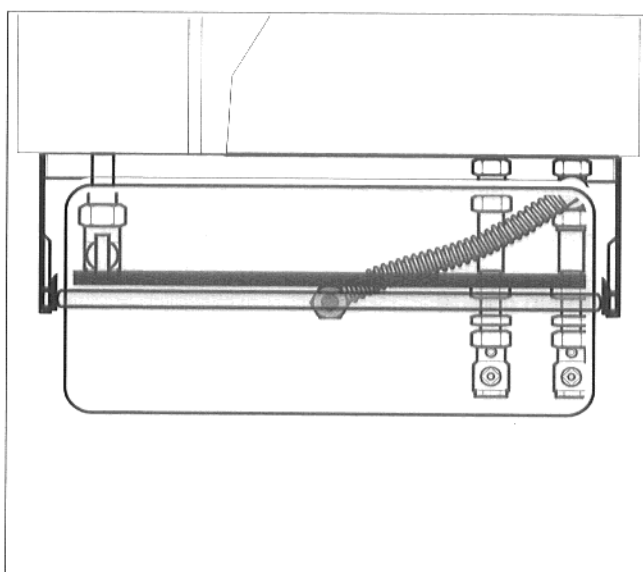

Fig. 6: vaso di espansione
- Avvitare lateralmente al supporto G-MAG la staffa destra e quella sinistra (Fig. 6).
- Applicare il pezzo di collegamento tra le staffe (Fig. 6).
- Posare le guarnizioni nel raccordo a vite del tubo ondulado flessibile (Fig. 6).
- Ermetizzare il tubo ondulado al nipplo doppio del pezzo a T (Fig. 6).
- Infilare il vaso di espansione tra le staffe (Fig. 6).
- Montare il raccordo a vite del tubo ondulado flessibile al vaso di espansione (Fig. 6).